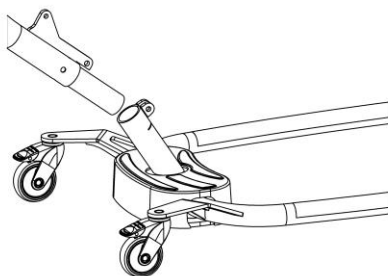

Fig. 1.6B
2. Monter mastedelen med bendelen og spænd delene med håndskruen (Fig 1.6B + 1.6C).